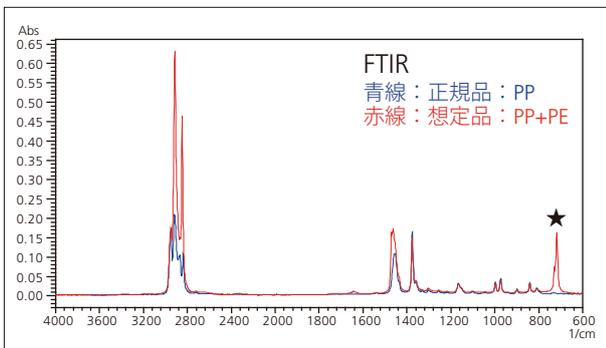

Fig. 4 正規品 PP と想定品 PP+PE の FTIR の分析結果
樹脂の正規品であるポリプロピレン (PP) とサイレントチェンジ想定品を FTIR で分析しました。分析条件を Table 2 に、スペクトルを Fig. 4 に示します。Fig. 4 より、想定品は、718 cm⁻¹ 付近 (★印) に CH₂ の横揺れ振動由来のピークが検出されました。スペクトル検索結果より、想定品は PP にポリエチレン (PE) が、混在していることが確認できます。